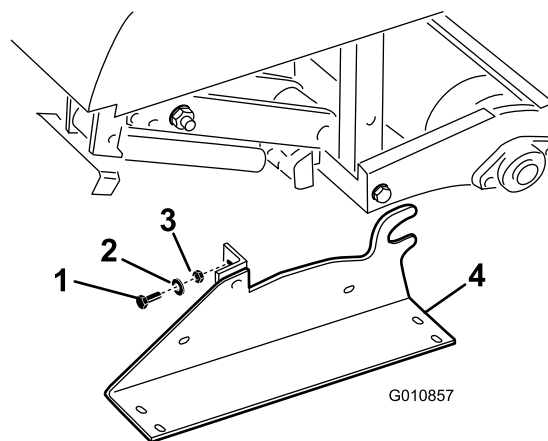

Рисунок 33
2. Отверните болты, снимите стопорные шайбы и гайки, которые крепят подставки для хранения на каждом конце аэратора (Рисунок 33).